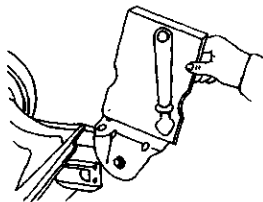

图 3-182 支承座安装在后桥上
(1) 将驻车制动拉索铺设在排气管上面, 然后将后桥装到车身上。
(2) 将减振器支承杆座装入车身的支架中, 并用螺母固定。
(3) 横梁必须平放, 车身与横梁的夹角应为  $17^{\circ} \pm 2^{\circ}$ , 如图 3-182 所示。